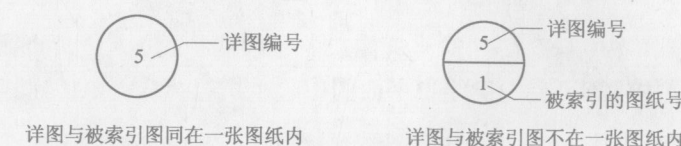

图 1.5 详图符号
① 详图的位置和编号用详图符号表示。② 详图与索引在同一张图时，在详图符号内用阿拉伯数字注明详图编号。③ 详图与索引不在同一张图时，上半圆注详图编号，下半圆注被索引图纸号。见图 1.5。